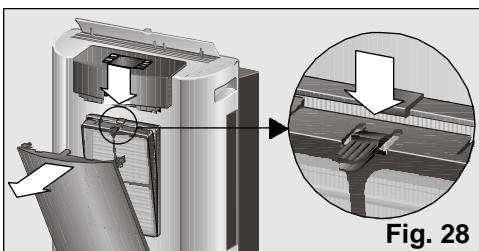

Fig. 28
Todos los modelos disponen de un filtro base de aire que es necesario limpiar con el paso del tiempo, Fig. 27. Para ello sólo es necesario presionar el clip situado en la parte superior y sacarlo de su alojamiento, Fig. 28. Para lavarlo basta con pasarlo por agua corriente, secarlo y volverlo a instalar.
- Sacar el filtro base del equipo, Fig. 28.
□ Instalar este conjunto en la parte frontal del equipo procediendo de forma inversa a como se indica en la Fig. 28, hasta oír un "clic" muestra de que el conjunto está colocado correctamente.